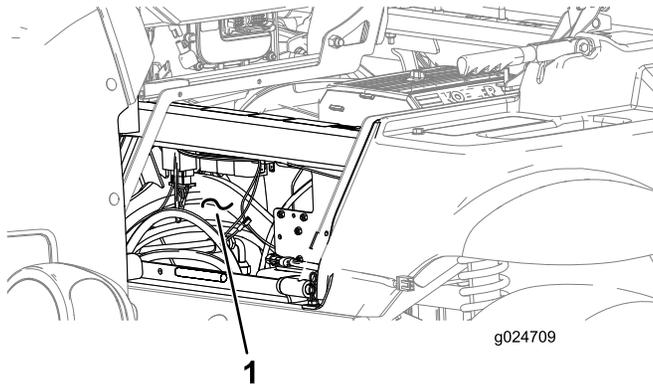

Figura 5
1. Fate passare il cablaggio attraverso la parte anteriore della copertura del sedile (Figura 5).